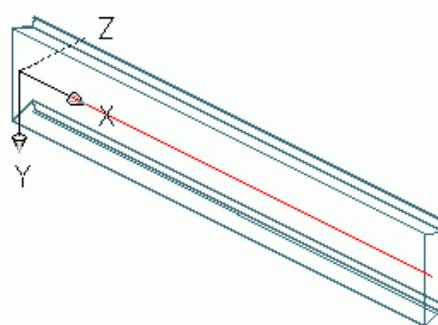

Figure 45 : Profil Krupp
- Sélectionnez un système de coordonnées utilisateur approprié (voir Figure 45).